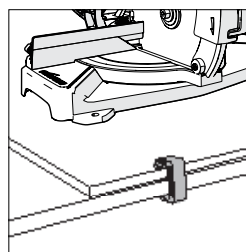

Fig. 2
- Utilisez des serre-flans pour fixer la plaque de montage à la surface de travail. (**Fig. 2**).